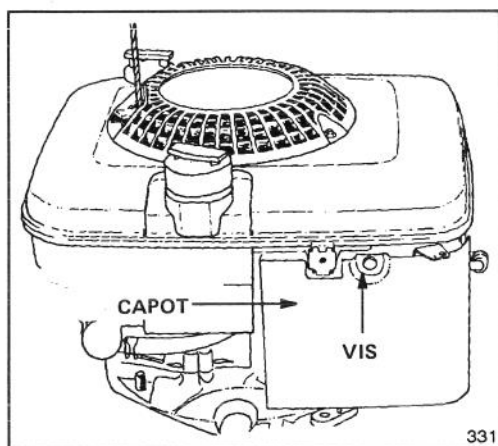

Figure 17
2. Retirer la vis de fixation du filtre à air sur le moteur (Fig. 17). Soulever le couvercle du filtre à air et le nettoyer soigneusement.